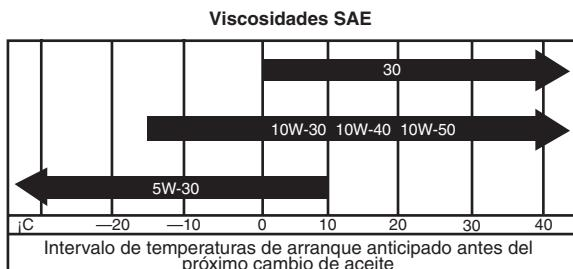

Figura 13
3. El motor utiliza cualquier aceite detergente 10W30 de alta calidad que tenga la “clasificación de servicio” SH o superior del American Petroleum Institute—API—. Seleccione una viscosidad según la tabla de la figura 13.